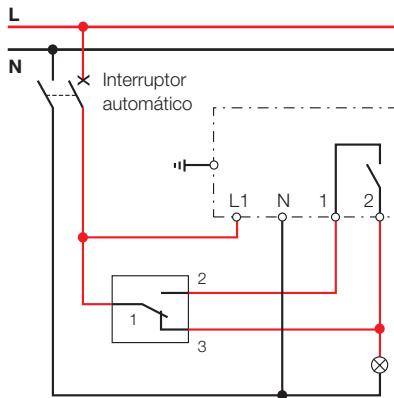

Fig. J10-297: esquema de conexonado de los detectores de movimiento CM.
- Esquema de la Fig. J10-297 de la página siguiente. La utilización de un conmutador CM permite obtener una activación forzada o automática del alumbrado de un sector.